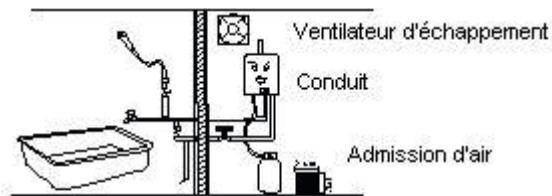

Fig. 7
- N'installez pas le chauffe-eau dans la chambre à coucher, la cave, la salle de bain ou dans une salle mal aérée. La salle où doit s'effectuer l'installation doit être bien ventilée avec au moins 7,5m² d'espace. Un trou de ventilation ainsi qu'un trou d'échappement doivent être préparés dans le mur, reliés à l'extérieur. Le ventilateur d'échappement est installé au-dessus du chauffe-eau, et le trou de ventilation est placé au-dessous du chauffe-eau (Fig.7).